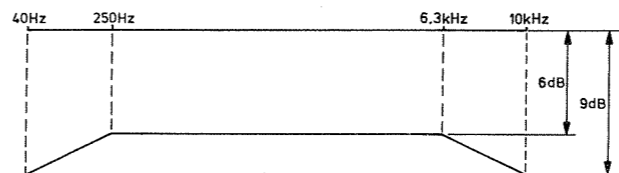

Fig. 19
- Sluit het apparaat via BU-2 (3) aan op de cassette service set.
- Apparaat in stand "weergave" met testcassette SBC 133, de frekwenties tussen 40 Hz en 10 kHz moeten liggen binnen fig. 19.
- Gemaakte opname weergeven en de waarden in een grafiek uitzetten. De grenzen waar binnen de karakteristiek moet liggen zijn aangegeven in Fig. 19 (Indien nodig voormagnetisatiestroom verhogen of verlagen, zie hoofdstuk I).